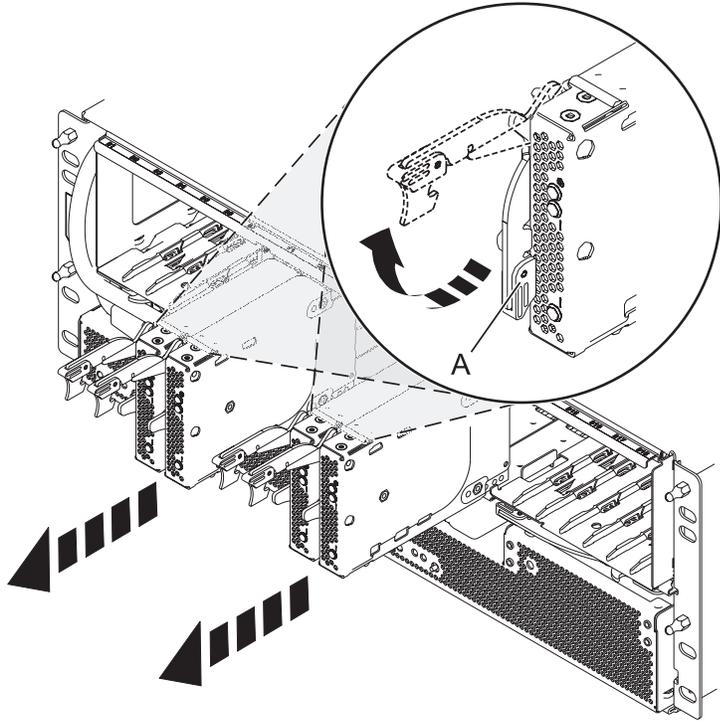

Figure 76. Retrait de la carte de port du fond de panier
5. Retirez les cartes de port et les obturateurs, comme illustré dans la figure 76, à la page 99.